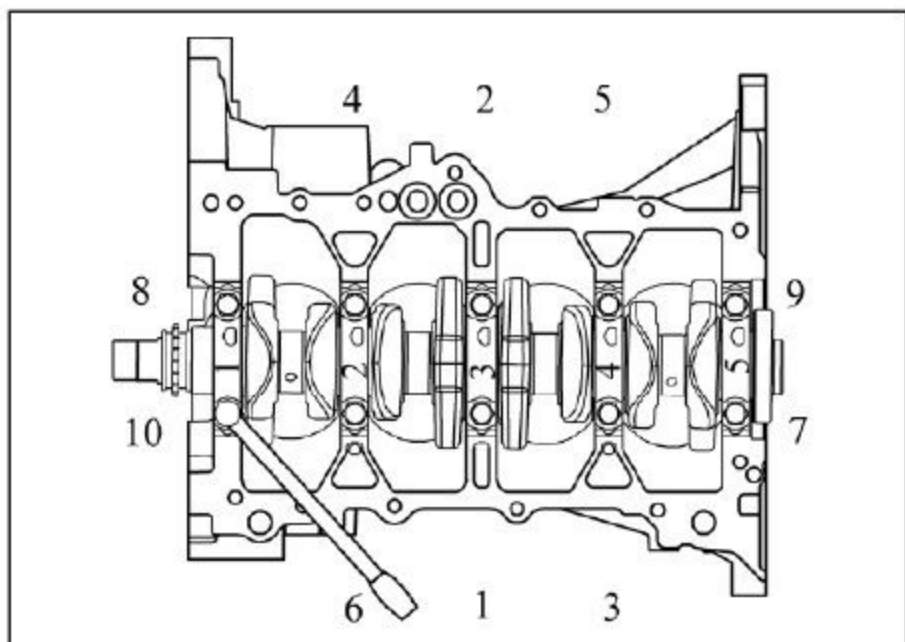

图12-3-19 按顺序拧紧主轴承盖螺栓
(2) 安装止推片
- (3) 安装主轴承盖时，要注意主轴承盖上的向前标记和数字标记，主轴承盖编号同主轴承座一致，标记凸台的尖端指向缸体前端，如图12-3-19所示。
- (4) 安装主轴承盖螺栓时，要按照图12-3-19顺序拧紧，拧紧主轴承盖螺栓时严禁转动曲轴。